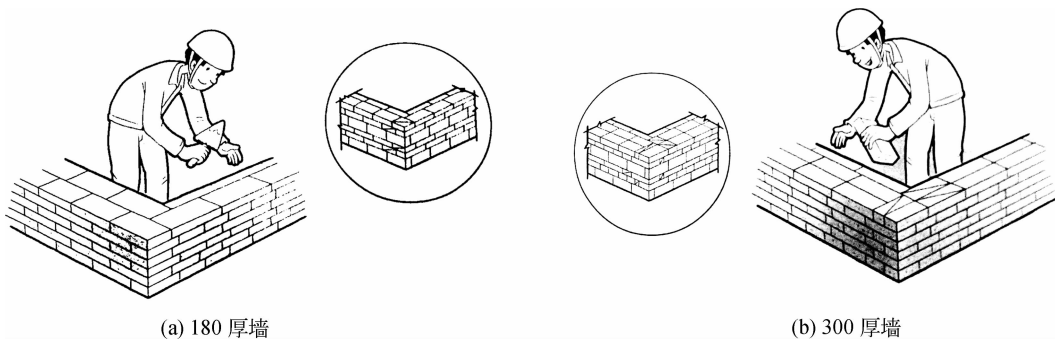

图 1-37 二平一侧砌法示意图
(6) 二平一侧砌法: 用二皮砖平砌, 一皮砖侧砌, 费工, 但省砖, 适合于 180 和 300 厚的墙(图 1-37)。